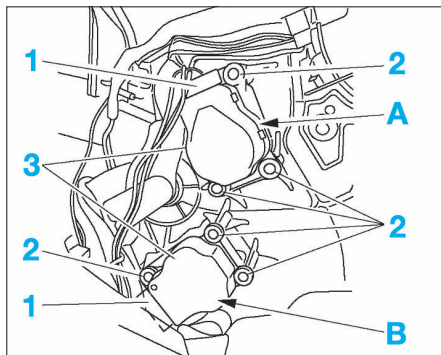

FIG. 23
- Débrancher les connecteurs électriques (1) (Fig.23).